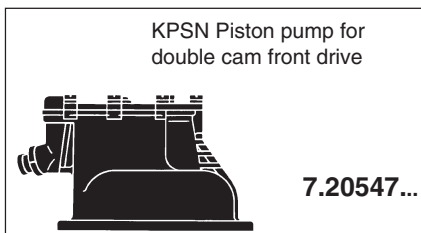

Fig. 2
- 7.20547..., fig. 2
#### For 7.20547..., fig. 2